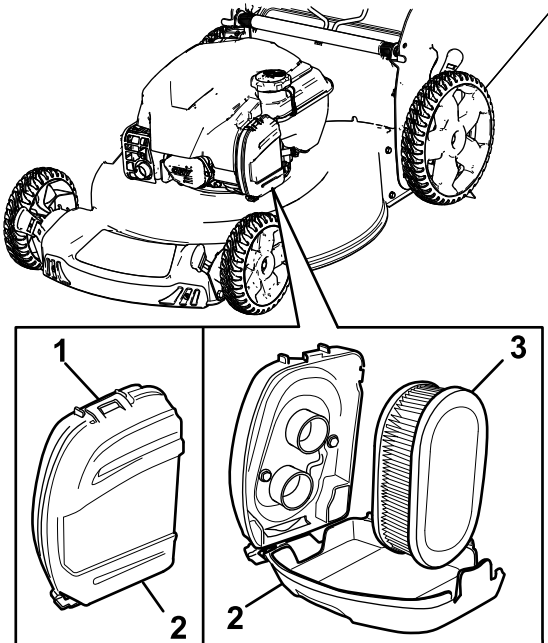

Figura 21
- Abra los cierres de la parte superior de la tapa del filtro de aire (Figura 21).
- Retire el filtro de aire (Figura 21).